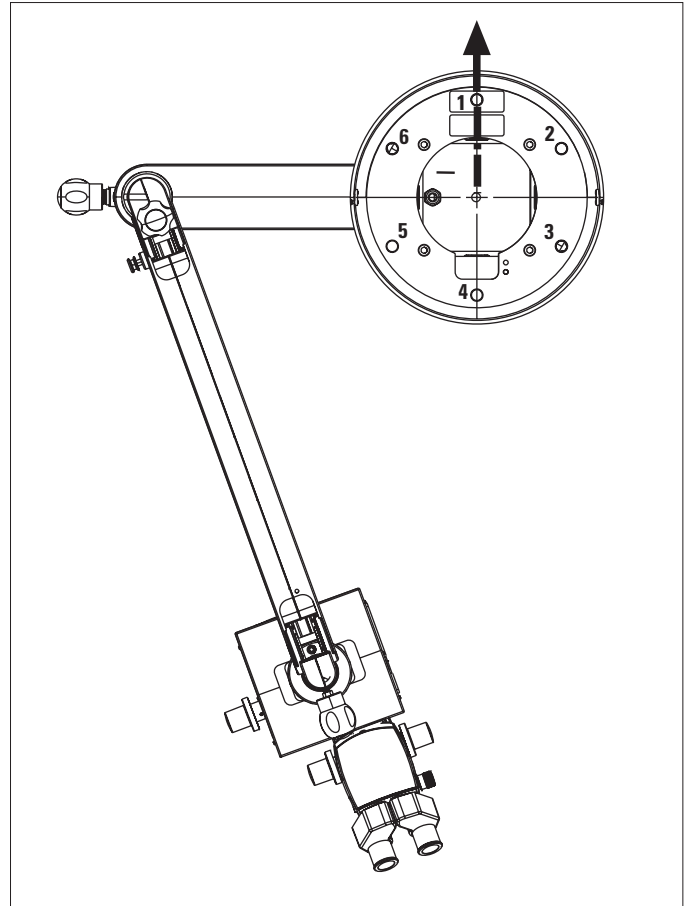

Bild 2 (Ansicht von oben)
- ⇒ Schwenkarm mit Mikroskop möglichst weit hinter der Schraube **5** positionieren (Bild 2).